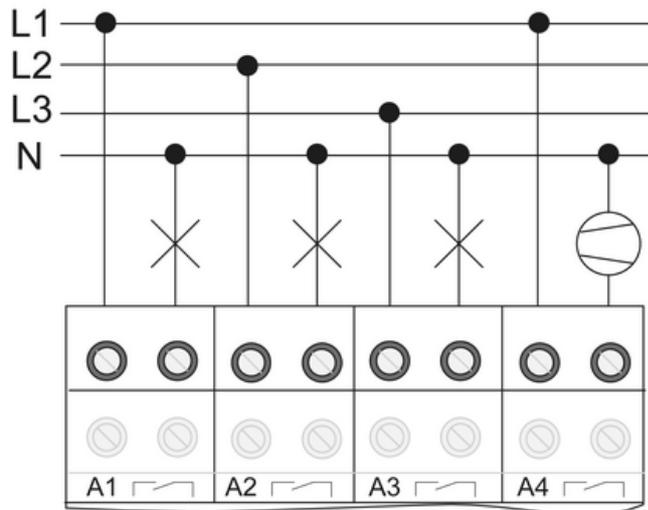

Рисунок 4: Пример подключения переключаемых нагрузок
- Подключить переключаемые нагрузки (рисунок 4).